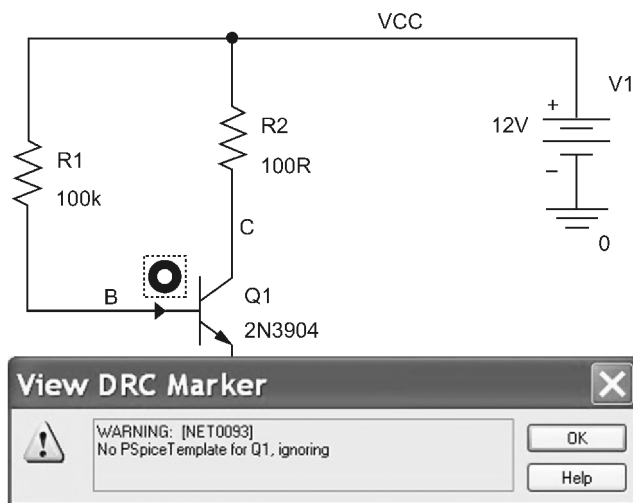

图 8.14 缺少 PSpice 仿真模型
5. 在电路图中，晶体管旁边出现一个绿色圆圈。单击该圆圈，将会出现如图 8.14 所示的警告信息，以表明晶体管 Q1 未配置 PSpice 仿真模型。如果元器件需要进行 PSpice 仿真分析，必须为其配置 PSpice 仿真模型，否则电路仿真不能运行。仿真模型配置将在第 16 章进行详细讲解。